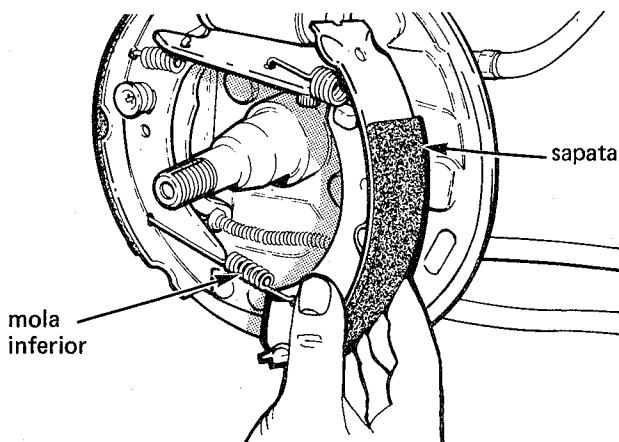

fig. 27
8. Mover a sapata primária para cima e para fora do prato, remover as molas de retorno e a sapata primária (fig. 27)